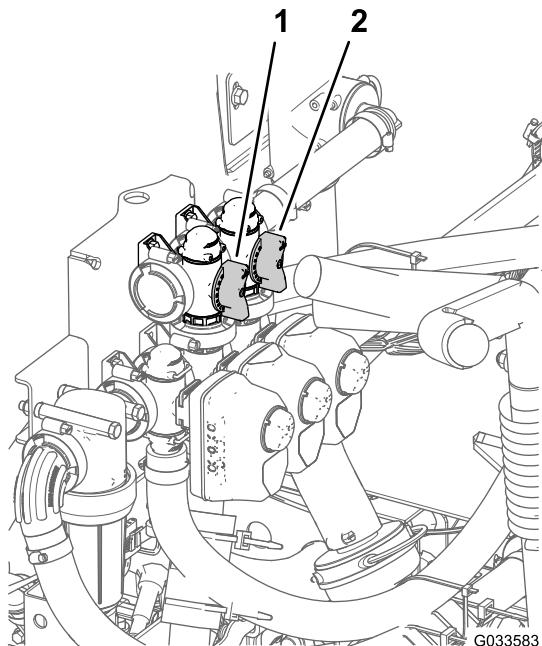

Figura 87
11. Ajuste a válvula de derivação de agitação (Figura 87) na parte posterior da válvula de agitação até que a pressão indicada no medidor seja 6,9 bar.
8. Ajuste o manípulo de derivação principal das secções para controlar a quantidade de agitação que ocorre no depósito (Figura 87)